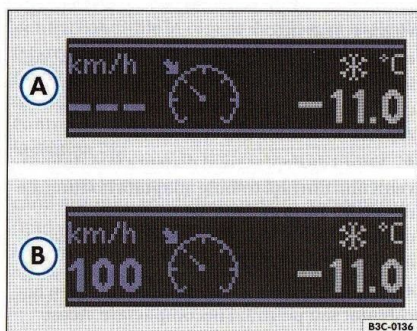

Fig. 19 Reprezentarea de pe display-ul din tabloul de instrumente.
– Trageți maneta în direcția ⇒ fig. 17 , până se fixează, pentru a activa instalația. Pe display-ul tabloului de instrumente se afișează indicatorul gol “---” ⇒ pagina 28, fig. 19” .
Dacă nu este memorată nici o viteză, pe display se afișează --- km/h ⇒ fig. 19 **A**.
– Trageți maneta scurt în direcția **1**. Viteza memorată va fi afișată din nou în cifre mari ⇒ pagina 28, fig. 19” **B**.